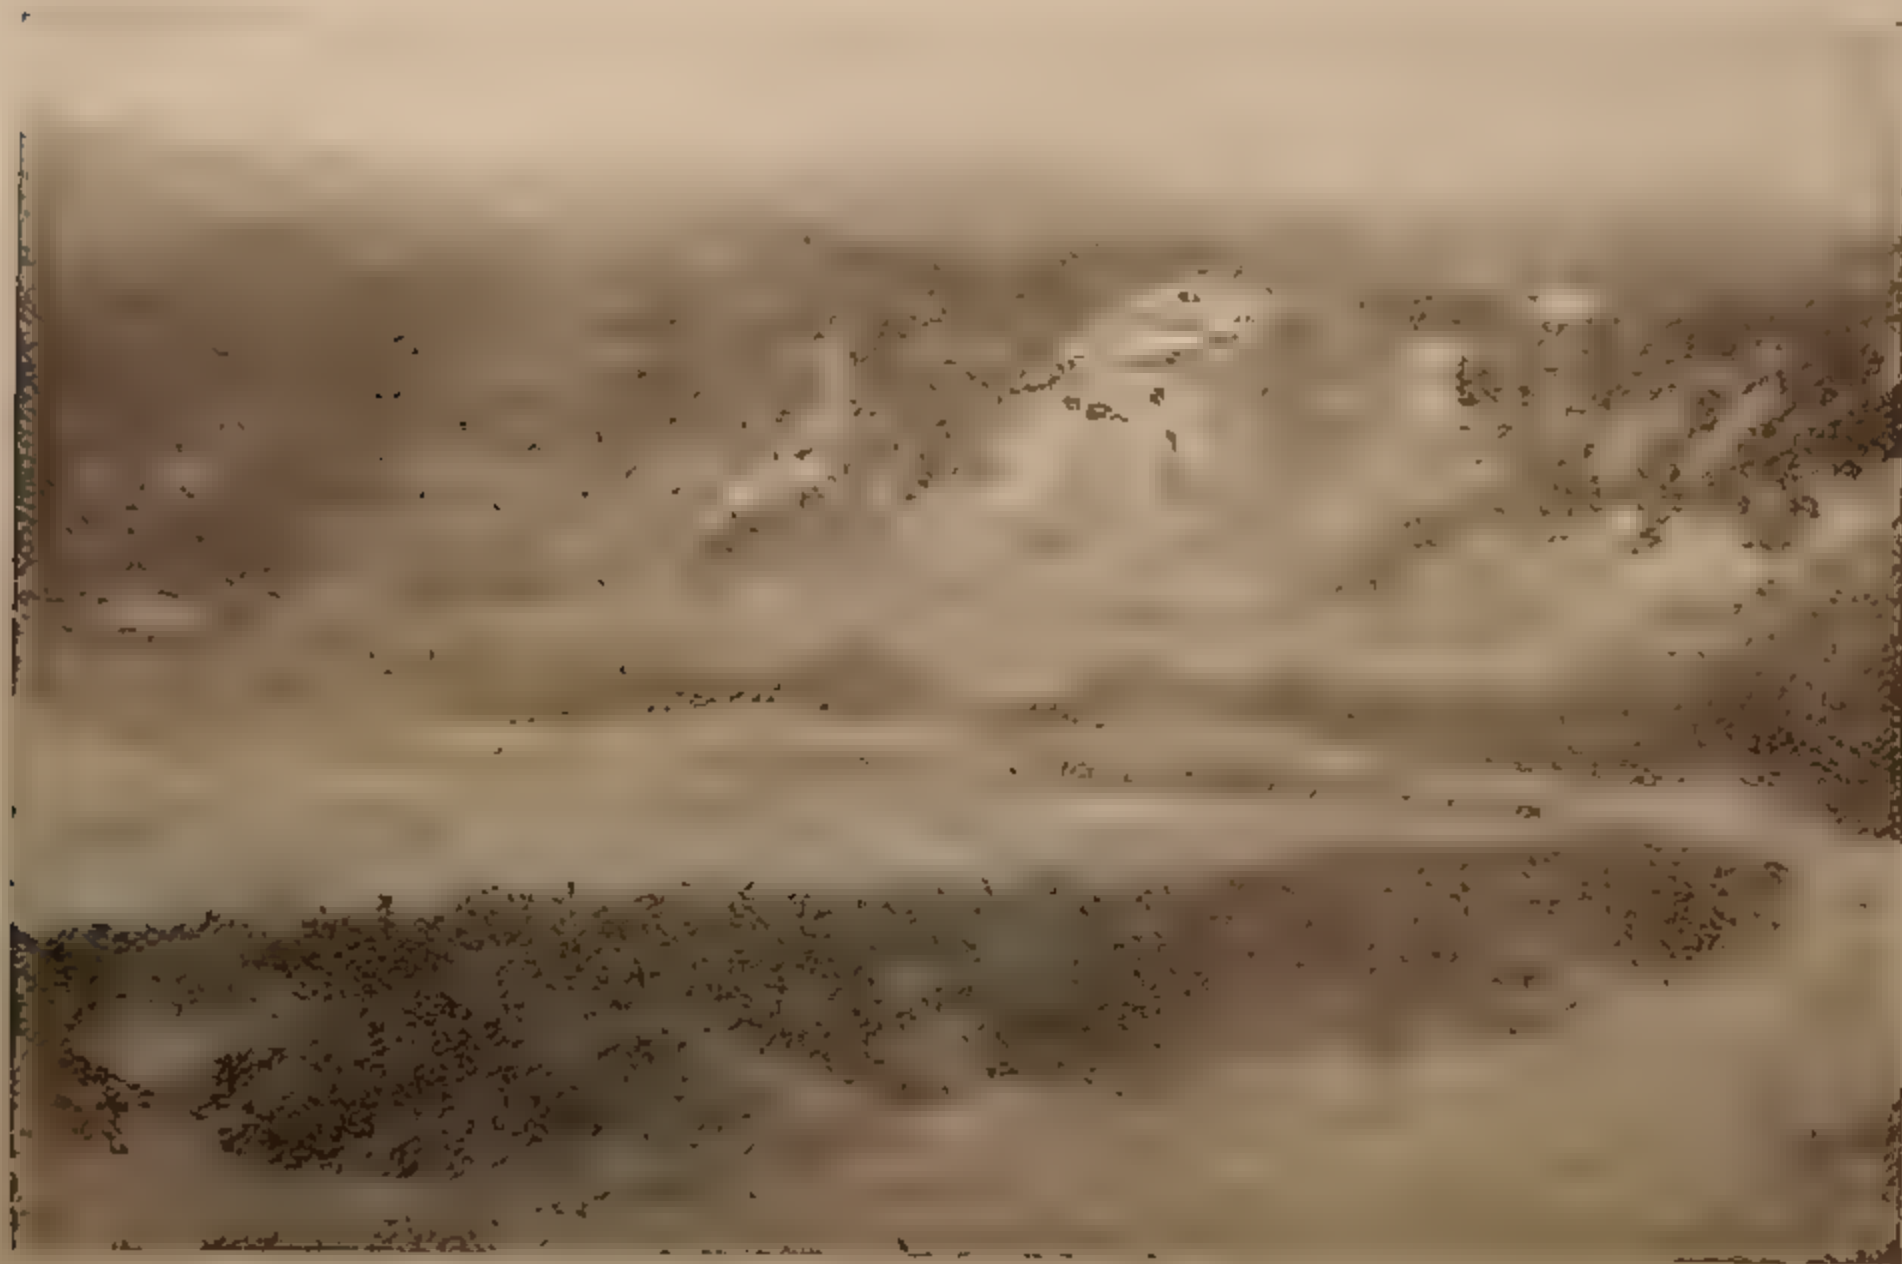

FIG. 97. - Veduta della solfatara di Pozzuoli.
**LOCALITÀ.** — In Italia si hanno ricche e numerose solfare in Sicilia (Caltanissetta, Girgenti, Catania, Palermo), ed in Romagna. Come solfatara ricordiamo quella di Pozzuoli (fig. 97), non sfruttata industrialmente perchè il materiale è troppo povero.